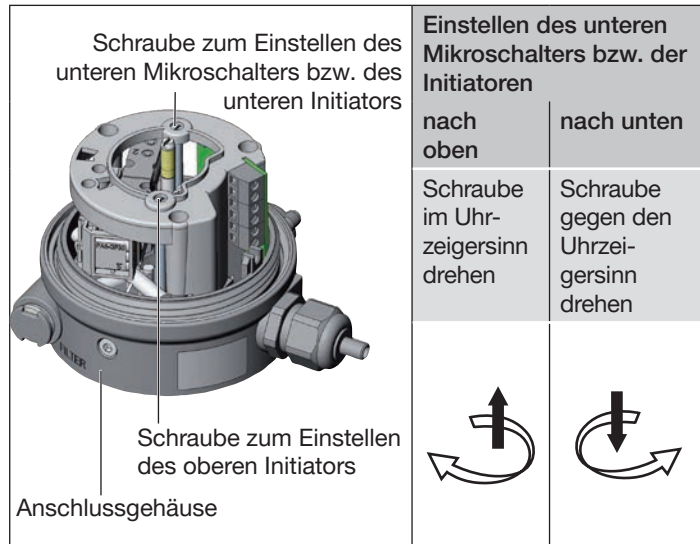

Bild 21: Einstellen des Mikroschalters bzw. der Initiatoren
- Den unteren Mikroschalter bzw. die Initiatoren über die Stellschrauben(n) einstellen (siehe „Bild 21“).